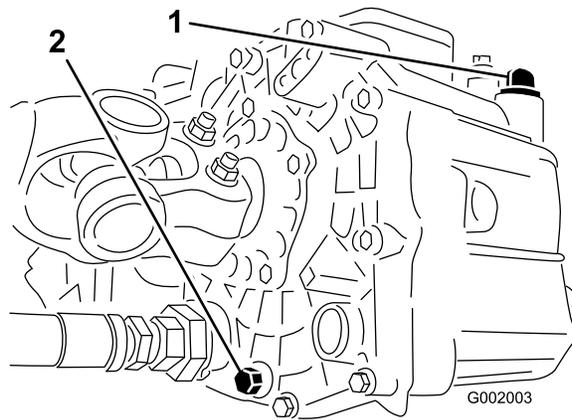

Figura 53
3. Retire o bujão de escoamento da parte lateral do reservatório e deixe o fluido hidráulico escorrer para o recipiente (Figura 53).